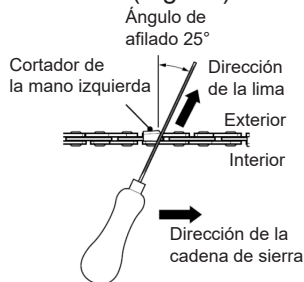

Fig. 43
5. Lime en un ángulo perpendicular a la barra, y en un ángulo de 25° respecto a la dirección de desplazamiento (Fig. 43).